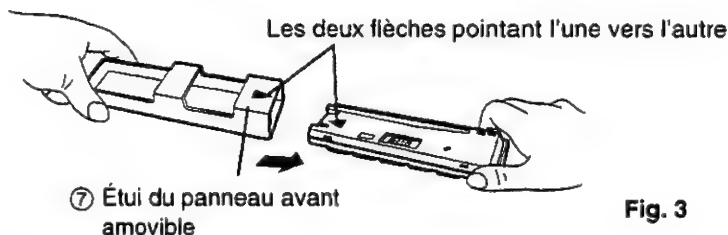

Fig. 3
- ④ Tel qu'illustré à la figure 3, insérer le panneau avant dans l'étui, avec la flèche pointant vers l'étui, jusqu'à ce qu'un déclic se fasse entendre. Ranger le panneau dans l'étui. Le panneau peut alors être transporté en toute sécurité.